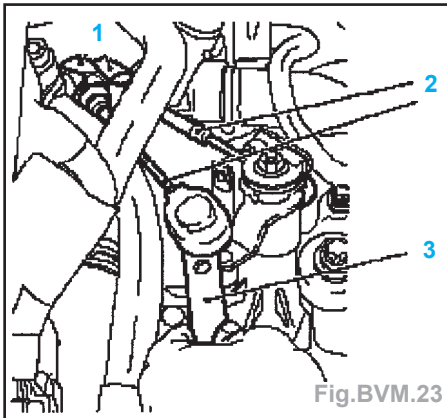

Fig.BVM.23
- Démontez les câbles de commutation (2) de la boîte de vitesses (Fig.BVM.23) :
- les soulever du levier de renvoi avec **KM-6042** (3),